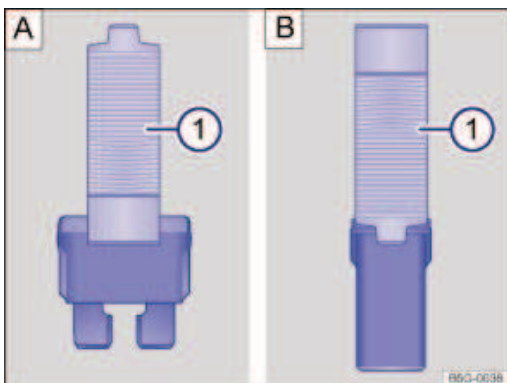

Fig. 196 Extraction du fusible à l'aide de la pince en plastique ou mise en place du fusible : : fusible enfichable plat, : fusible-bloc
- Si nécessaire, retirez la pince en plastique ⇒ Fig. 196 **A** du cache de la boîte à fusibles.
- En fonction du modèle du fusible, enfiler latéralement l'agrafe adéquate de la pince en plastique ⇒ Fig. 196 **A** **1** ou ⇒ Fig. 196 **B** **1** sur le fusible.